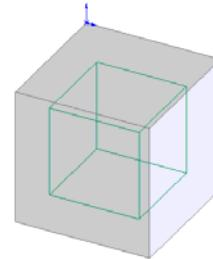

图 3-130 抽壳的图形
**03** 设置属性管理器。在“厚度”一栏中输入值 10mm，不选择任何移除面，然后单击“抽壳”属性管理器中的“确定”图标按钮 ，结果如图 3-130 所示。